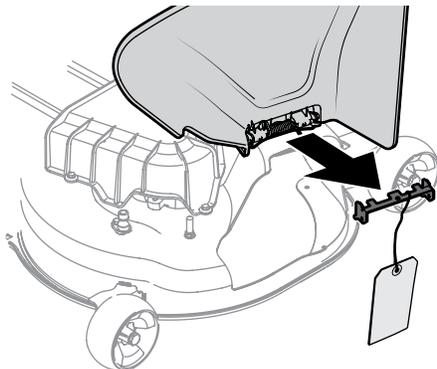

Figura 2-14
- Sosteniendo el canal deflector totalmente hacia arriba, extraiga la traba de seguridad. Baje el canal deflector y descarte la traba de seguridad. Consulte la Figura 2-14.